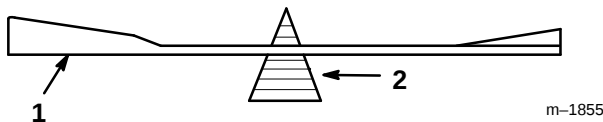

Figure 19
2. Vérifier l'équilibre de la lame en la plaçant sur un équilibreur (Fig. 19). Si la lame reste horizontale, elle est équilibrée et peut être utilisée. Si la lame est déséquilibrée, limer un peu l'extrémité de la partie incurvée (Fig. 17). Vérifier de nouveau et répéter la procédure jusqu'à ce que la lame soit équilibrée.